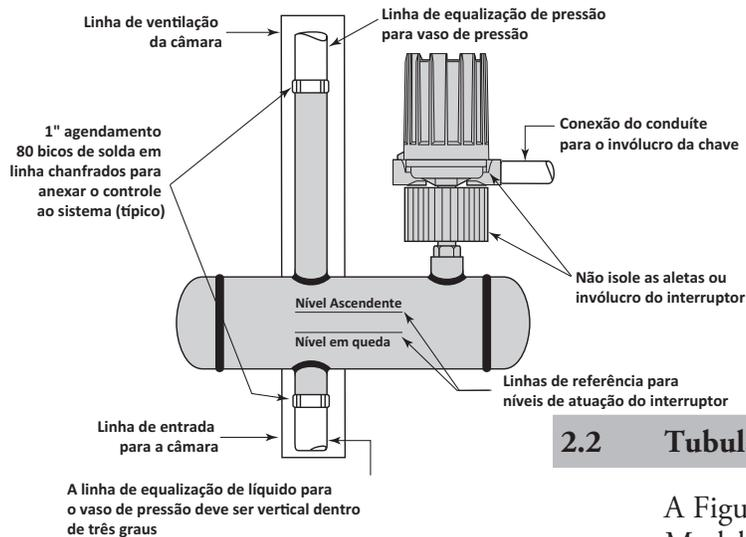

Figura 3
A Figura 3 mostra uma típica instalação de tubulação de um Model B40 em um oleoduto para recipiente de pressão. Linhas de referências, em câmara de flutuação, devem estar alinhadas para corresponder ao nível líquido no recipiente no qual o controle de chave é desejado (visto no desenho dimensional, se mobiliado). Use tubo forte o suficiente para suportar a unidade. Se necessário, providencie uma bancada ou estendal para ajudar a aguentar o peso. Toda a tubulação deve ser reta e livre de pontos baixos ou bolsos para que a linha mais baixa de líquido drenará em direção ao controle. A tubulação deve ser isolada, como mostrado, para minimizar perda de temperatura do líquido e controle do calor na área de invólucro da chave. **NÃO** isole o invólucro ou aletas da chave.
6. Se o conjunto do ímã da chave balançar livremente e o mecanismo ainda não funcionar, verifique a instalação do controle para ter certeza de que está dentro dos três graus de vertical especificados. (Use o nível de bolha na lateral do tubo anexo em dois lugares, 90 ° separados). Consulte a Figura 3 na página 5.